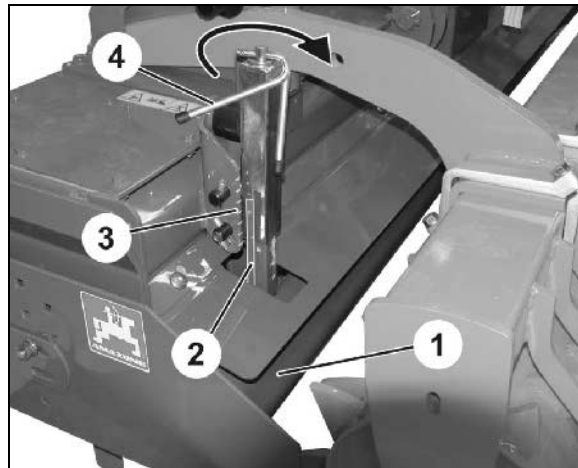

図 26
通常の播種では、レベリングバー（図 26/1）は起伏を均すため少量の土を前方へかき寄せます。
全ての調整セグメントで同じ調整を行ってください。ポインター（図 26/2）とノッチ（図 26/3）で方向を定めます。
3. クランク（図 26/4）を上げます。